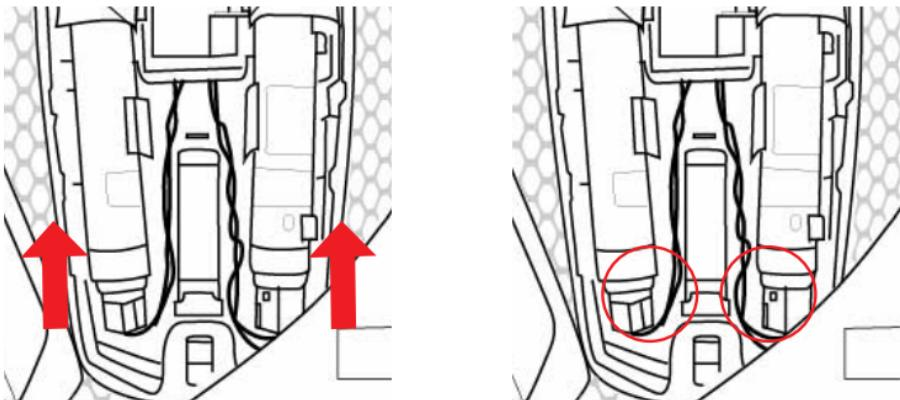

Figura 25: Come staccare l'alloggiamento dei gonfiatori rimovibile (18) dal sistema tirandolo verso l'alto
2. Una volta staccate tutte le clip dell'Airbag, ruotare il sistema con la protezione per la schiena (11) rivolta verso l'alto, aprire la cerniera inferiore del contenitore della sacca d'idratazione (9), tirare verso il basso la linguetta rossa presente nella parte inferiore della cover dell'elettronica di sistema (16) e sollevare quest'ultima.
3. Una volta sollevata la cover dell'elettronica di sistema (16), l'utente può staccare tutti i componenti elettronici (13-15-19) e i gonfiatori a gas (17) semplicemente spingendo verso l'alto l'alloggiamento rimovibile dei gonfiatori (18) (vedi Figura 25). L'utente può farlo mettendo i due pollici alla base della piccola "scatola nera" che contiene l'unità di controllo elettronico (13) (situata n e l l a parte superiore dell'alloggiamento) e spingendo con forza verso l'alto; una volta chel'utente percepisce uno scatto, può successivamente sollevare facilmente l'intero alloggiamento rimovibile dei gonfiatori (18).